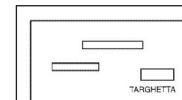

Abb. 5.
- 12) Vor dem elektrischen Anschluss der Maschine sicherstellen, dass die Netzspannung mit der am Kennschild an der Maschineneckseite angegebenen Spannung übereinstimmt (Abb. 5).